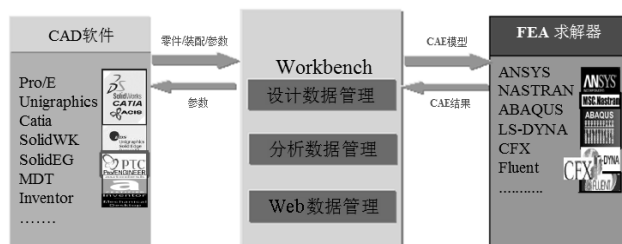

图 1-1 CAD 设计—CAE 仿真协同流程
2) 与 CAD 和 FEA 求解器的协同仿真。**ANSYS Workbench** 集设计、仿真、优化、网格变形等功能于一体,对各种数据进行协同管理,如图 1-1 所示。